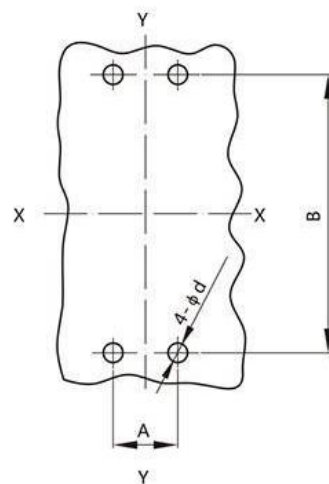

图8 板前接线安装板开孔尺寸
(1)板前接线安装板开孔尺寸见图8(X-X、Y-Y为三极断路器中心)